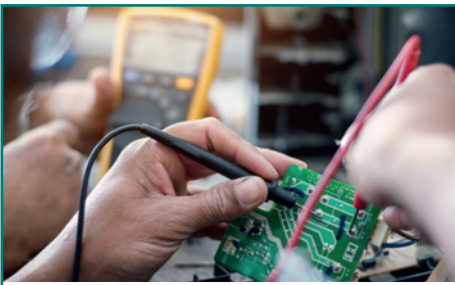

Рис. 1. Проверка неисправностей печатной платы с помощью цифрового мультиметра
- Все эти данные помогут определить режимы сбоя и провести эффективный анализ платы (рис. 1).